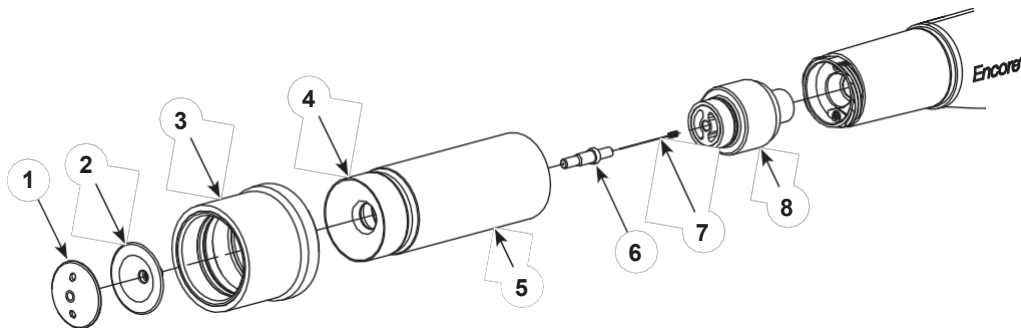

Abbildung 8 Reinigung einer konischen Düse
1. Siehe Abbildung 8. Den Deflektor (2) mit dem Finger festhalten, während die Deflektorkappe (1) abgeschraubt wird. Ziehen Sie das Ablenklech (2) vorsichtig vom konischen Elektrodenhalter (6) ab.
2. Schrauben Sie die Düsenmutter (5) gegen den Uhrzeigersinn ab und entfernen Sie die Mutter, die konische Düse (4) und die Modellhülse (3) von der Spritzpistole.
5. Überprüfen Sie den Elektrodenhalter (6). Wenn die Elektrodenhalterung verschlissen oder beschädigt ist, schrauben Sie sie von der Elektrodenhalterung (8) ab und entfernen Sie dann die Elektrode (7). Setzen Sie die Elektrode in die neue Halterung ein, und schrauben Sie die Halterung in den Elektrodenträger. Die Elektrodenhalterung (6, 7 und 8) in die Spritzpistole einbauen.